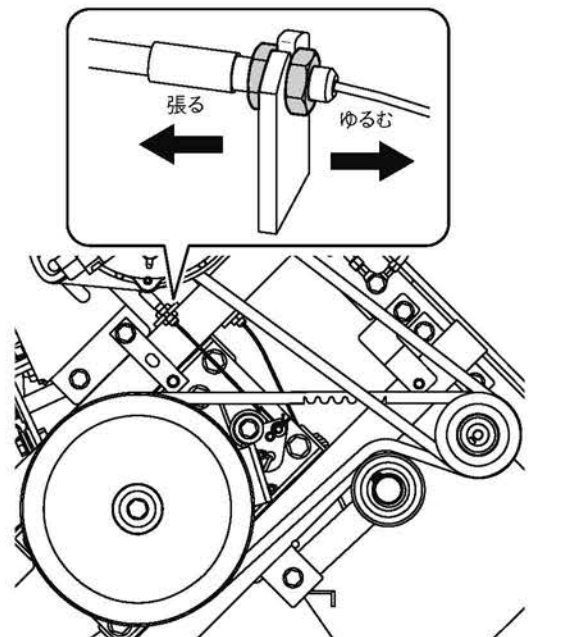

図 4-23
2. 刈取りクラッチスイッチを「入」位置にしたときに、ブレーキがプーリーから離れ、解除されるようにワイヤを調整します。(図 4-23)